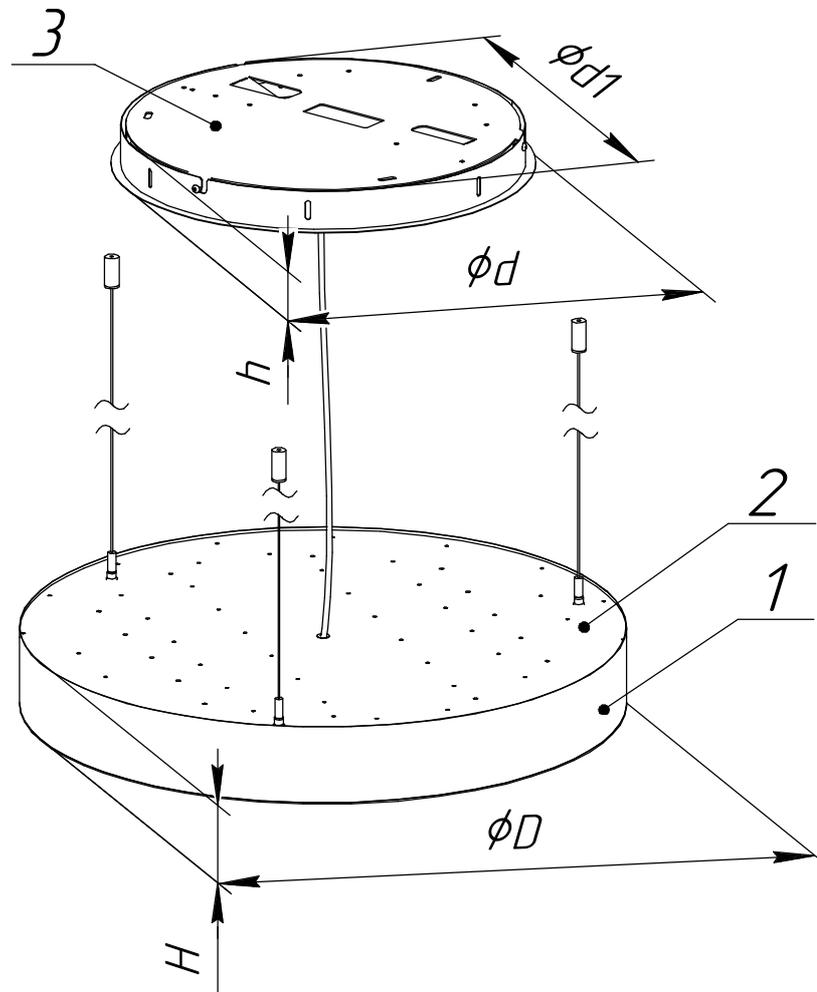

Рисунок 1 - Светильник серии ДСО33 Horizon Sun
5.20 Снимите защитную пленку с корпуса и рассеивателя поз.1 (рисунок 1)